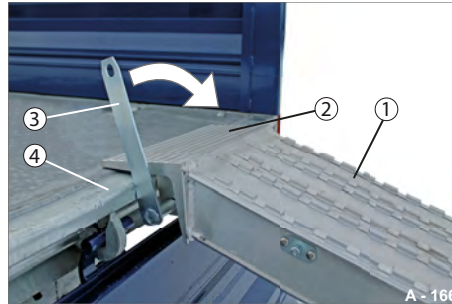

Abb. 177 Sicherungshebel geöffnet
- Legen Sie das Überfahrblech (Abb. 177/2) auf die Ladeflächenkante (Abb. 177/4).
- Ziehen Sie den Sicherungshebel (Abb. 177/3) herunter.